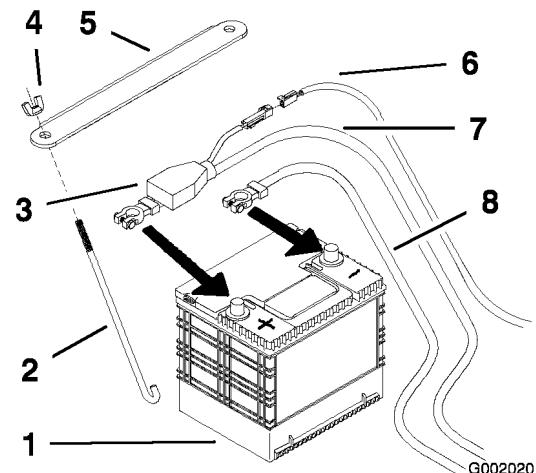

Figure 45
4. Commencez par débrancher le câble négatif de la batterie de la borne négative (-) de la batterie (Figure 45).
5. Ôtez le capuchon rouge de la borne positive (rouge) de la batterie. Débranchez ensuite le câble positif (rouge) de la batterie (Figure 45).
1. Placez la batterie dans son support en tournant les bornes à l'opposé du réservoir hydraulique (Figure 45).
4. Fixez les câbles à l'aide de 2 boulons (1/4 x 3/4 po), 2 rondelles (1/4 po) et 2 contre-écrous (1/4 po) (Figure 45).
6. Fixez la batterie en position avec des boulons en J, une barrette de maintien et 2 rondelles (1/4 po), ainsi que 2 écrous à oreilles (1/4 po) (Figure 45).